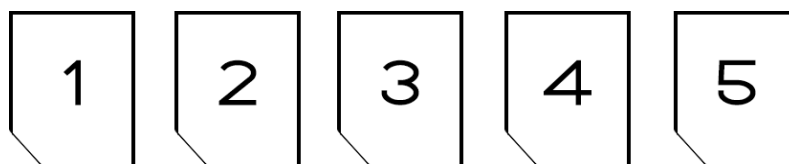
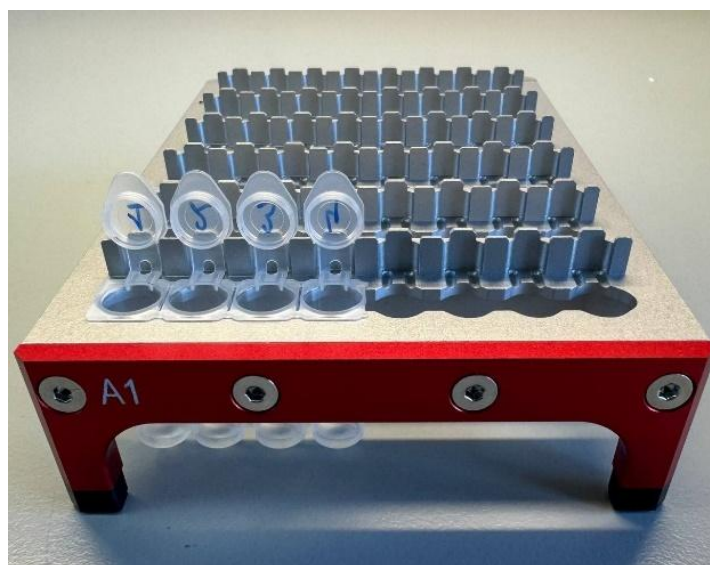

Рисунок 3 – Схема расположения слотов 1-5 для установки штативов со стрипами в автоматической станции «COLIBRI 48»
Рисунок 7 – Установка стрипов с Элюирующим раствором ЭР в штатив для пробирок для элюции «COLIBRI 48»
7. Установить штатив со стрипами с *Раствором МЧ+* и внесенными образцами в слот № 2 рабочей зоны станции (см. рис. 3 и 4).
10. Установить штатив с защитными насадками в слот № 1 рабочей зоны станции (см. рис. 3 и 4).
12. Установить штативы со стрипами с *Промывочным раствором ПР* в слоты № 3 и 4 рабочей зоны станции (см. рис. 3 и 4).
14. Открыть крышки стрипов с *Элюирующим раствором ЭР* и поместить стрипы в штатив для пробирок для элюции «COLIBRI 48» (см. рис. 7). Заполнение штатива стрипами осуществляется слева направо от боковой стороны с обозначением А1. Установить штатив со стрипами в слот № 5 станции (см. рис. 3 и 4).